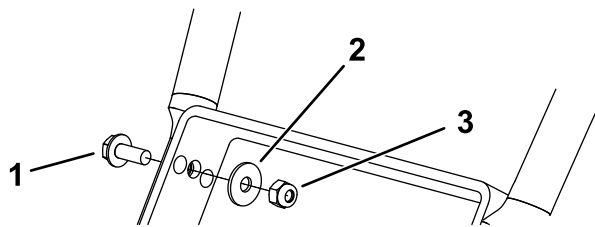

Figura 7
**Nota:** Utilice el orificio delantero para la posición más alta; utilice el orificio trasero para la posición más baja. Instale los pernos con la cabeza orientada hacia fuera, como se muestra en la Figura 7.